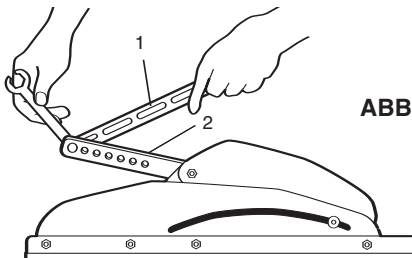

ABB. 5
- Verbindungsarm vom Torarm, wie in Abb. 5 gezeigt, durch Entfernen des Befestigungsbolzens trennen.